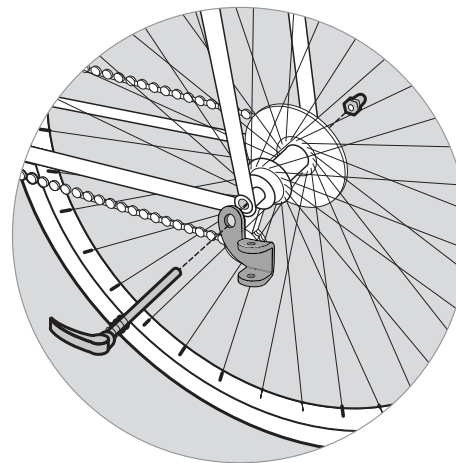

Figure 14
1. **Installation de l'attelage sur votre vélo :** Retirez le levier de blocage rapide ou l'écrou du côté gauche de l'axe de la roue arrière du vélo. Installez l'attelage entre le levier de blocage rapide ou l'écrou et le cadre (Figure 14). Serrez le levier de blocage rapide ou l'écrou en suivant les recommandations du fabricant. L'attelage peut rester sur le vélo lorsque la remorque n'est pas accrochée.